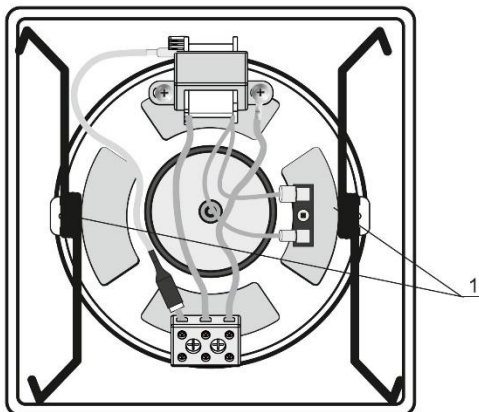

Рисунок 1
- 7.2 Відсунути кришку гучномовця від основи, звільнити з пазів та від'єднати кінці пружини поз.1 (рисунок 1) з обох боків від основи, зняти кришку гучномовця.